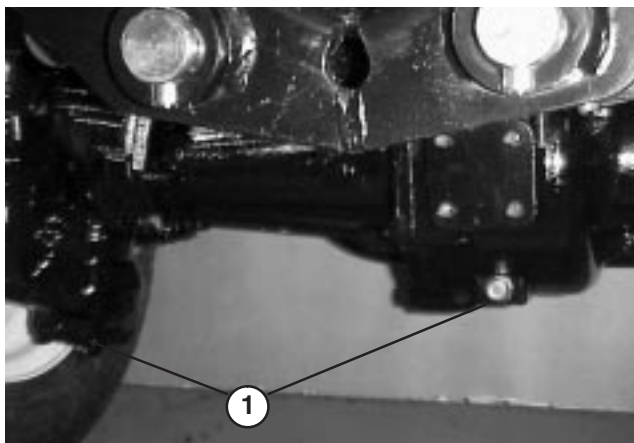

Figure 66
2. Nettoyez la surface autour des 3 bouchons de vidange, 1 à chaque extrémité et 1 au centre (Fig. 66).
3. Enlevez les (3) bouchons de contrôle du niveau d'huile et le bouchon d'aération du pont principal pour faciliter la vidange de l'huile.